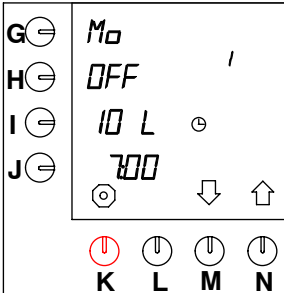

Fig. 33 Ajustes preprogramados (inactivos)
Hay catorce "ajustes de hora" preprogramados para todos los días de la semana. En el momento en que quedan activados por el procedimiento que se explica a continuación, sólo estarán activos y visibles en el modo de usuario. Todos los ajustes pueden ser modificados a voluntad. Los catorce ajustes estandar son mencionados en (ver fig. 33):
- Mantenga apretada la tecla de selección (**N.**)↑ hasta que en el display aparezca fig. 33 .